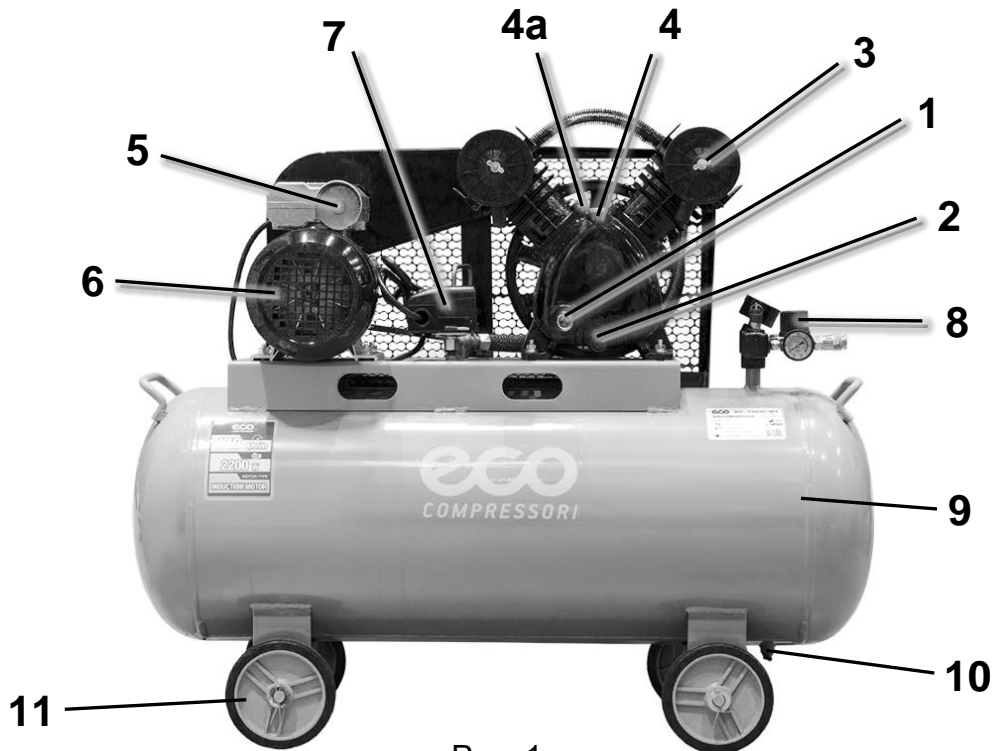

Рис. 1
- Проверьте наличие и надежность крепления сапуна 4а (рис.1) и пробки маслозаливной горловины 4 (рис.1).
- Проверьте уровень масла. Он должен быть на уровне верхней кромки "красной точки" контрольного глазка 1 (рис.1) или чуть выше его. При необходимости долейте масла, отвинтив маслозаливную горловину 4 (рис.1) на крышке картера. Помните, что после первых 30 часов работы следует полностью заменить масло одним из типов, в указанных в таблице (п. 5.4).
Убедитесь, что на компрессоре установлено защитное ограждение и Выключатель 15(16) на Прессостате 7 находится в выключенном положении (см. рис.1,3 и 4).
После завершения вышеперечисленных операций компрессор готов к эксплуатации. Проверьте, чтобы Выключатель 15 на Прессостате 7 (см. рис.1, 3 и 4) находился в положении «OFF».
При первом запуске компрессора, оставьте его поработать на время приблизительно 5 минут с полностью открытыми кранами выпуска воздуха. По истечении этого времени, закройте кран и проверьте, чтобы компрессор нагнетал воздух в ресивер 9 (рисунок 1) и останавливался автоматически по достижении максимального давления, указанного на компрессоре, а также на индикаторе манометра.
**ВНИМАНИЕ!** Реле давления (прессостат) 7 (см. рис.1, 3 и 4) отрегулировано изготовителем, и не должно подвергаться регулировкам со стороны пользователя.
При помощи регулятора давления 8 (рис.1 и 2), установите требуемое значение: при повороте ручки по часовой стрелке давление увеличивается, при повороте против часовой стрелки – уменьшается.
Для быстрого и полного слива масла из картера компрессорной головки 2 (рисунок 1), смену масла проводите пока компрессор не остыл.